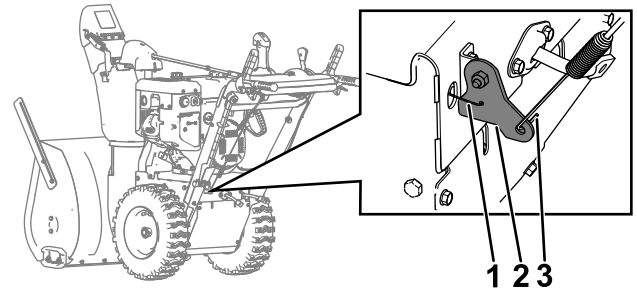

Figuur 4
5. Monteer de nieuwe tractieplaat op de plaat van het wrijvingswiel; gebruik hierbij de bout die u eerder verwijderd hebt (Figuur 4).